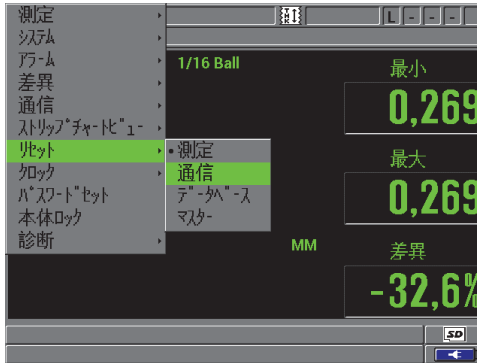

図 8-8 通信リセット画面
1. [設定メニュー] を押してから、リセットを強調表示します（157 ページ図 8-8 参照）：